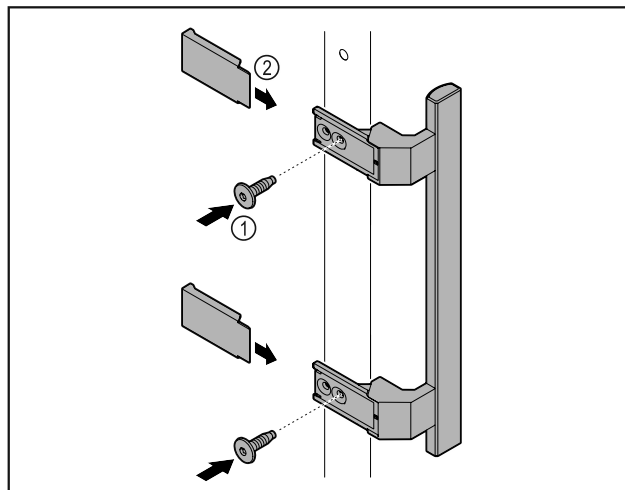

Fig. 63
- ▶ Griff aus dem Beipack mit den beiliegenden Schrauben Fig. 63 (1) an der Tür anbringen.
- ▶ Abdeckung Fig. 63 (2) aufsetzen.